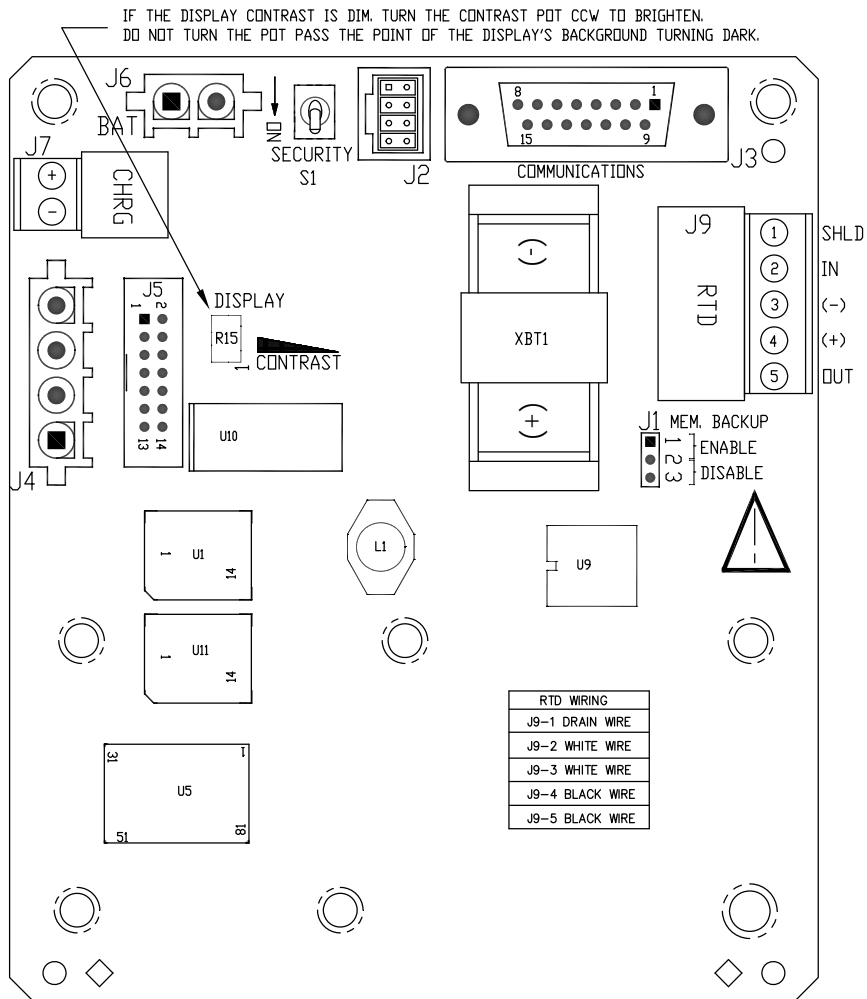

Figure 5 (présentation de la carte μ FLO)
7. Installez le RTD et connectez le câblage au bloc connecteur J9. (Voir page 6 et figure 5.)
8. Vérifiez que la sauvegarde de la mémoire est activée. Il s'agit de J1, bornes 1 et 2. (Voir page 7 et figure 5.)
9. Installez et connectez une batterie totalement chargée au connecteur de batterie J6. (Voir page 7 et figure 5.)
- Retirez l'écrou, la bague d'étanchéité et la rondelle en caoutchouc du connecteur de cordon. Faites glisser l'écrou, la bague d'étanchéité et la rondelle sur le câble RTD et insérez le câble dans le corps du connecteur de cordon. Laissez une longueur de câble suffisante dans l'unité pour la connexion des câbles au bloc de jonction J9 du RTD. (Voir figure 5.)
- Connectez la sonde RTD au connecteur RTD du μ FLO comme suit : avant de réaliser les connexions au bloc de jonction, retirez les cosses à fourche si elles sont attachées et coupez les extrémités des câbles sur une longueur de 1/4 de pouce (0,6 mm). Retirez le bloc de jonction J9 de la carte électronique principale du μ FLO. (Voir figure 5.)
- Connectez le connecteur de pack de batterie au connecteur de batterie J6 de la carte électronique principale. (Voir figure 5.)
- Vérifiez que la *sauvegarde de mémoire* est activée avec un cavalier sur les deux broches supérieures (1 et 2) de J1. J1 se trouve juste en dessous du connecteur RTD, légèrement décalé vers la gauche. (Voir figure 5.)
8. Le câble d'alimentation du panneau solaire se connecte aux bornes d'entrée de chargeur J7 du bloc de jonction (voir figure 5). Retirez l'un des bouchons du boîtier μ FLO et installez le connecteur de cordon. Retirez l'écrou, la bague d'étanchéité et la rondelle en caoutchouc du connecteur de cordon. Faites glisser l'écrou, la bague d'étanchéité et la rondelle sur le câble et insérez le câble dans le corps du connecteur de cordon. Laissez suffisamment de câble d'alimentation dans l'unité pour la connexion aux bornes +/- de l'entrée de chargeur.